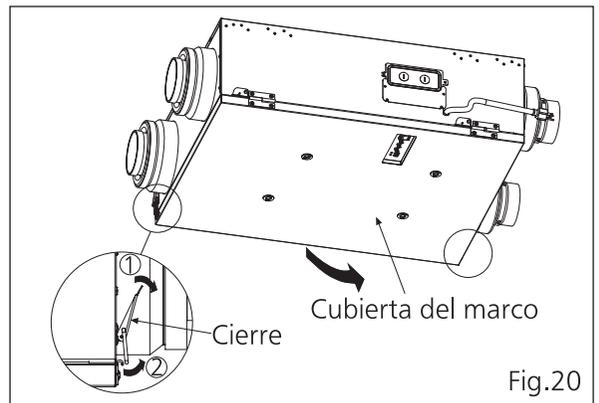

Fig.20
1. Registre el tiempo de inicio del filtro OA antes de encender la unidad. Para conocer el método para quitar e instalar el filtro OA, consulte P.17~P.18 (Fig.20~22) y P.18 (Fig.24~25).
1. Abra la cubierta del marco desbloqueando los cierres. (Fig. 20)